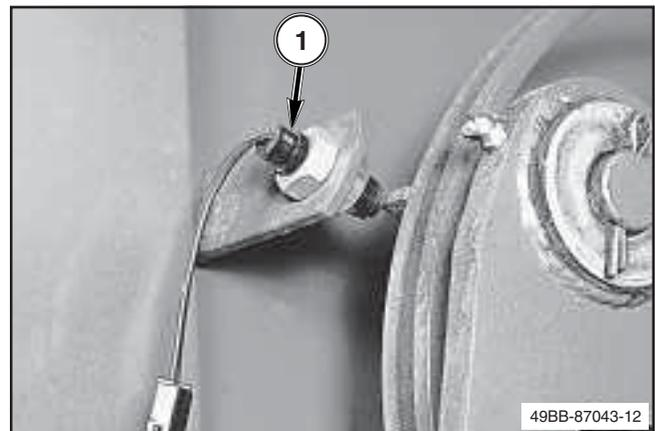

FIG. 7
FIG. 7: il regolare svolgimento del ciclo del compressore è importante ai fini del corretto funzionamento del circuito di tensionamento delle balle. Il sensore (1) montato presso il braccio di manovella del compressore serve a controllare il ciclo del compressore.